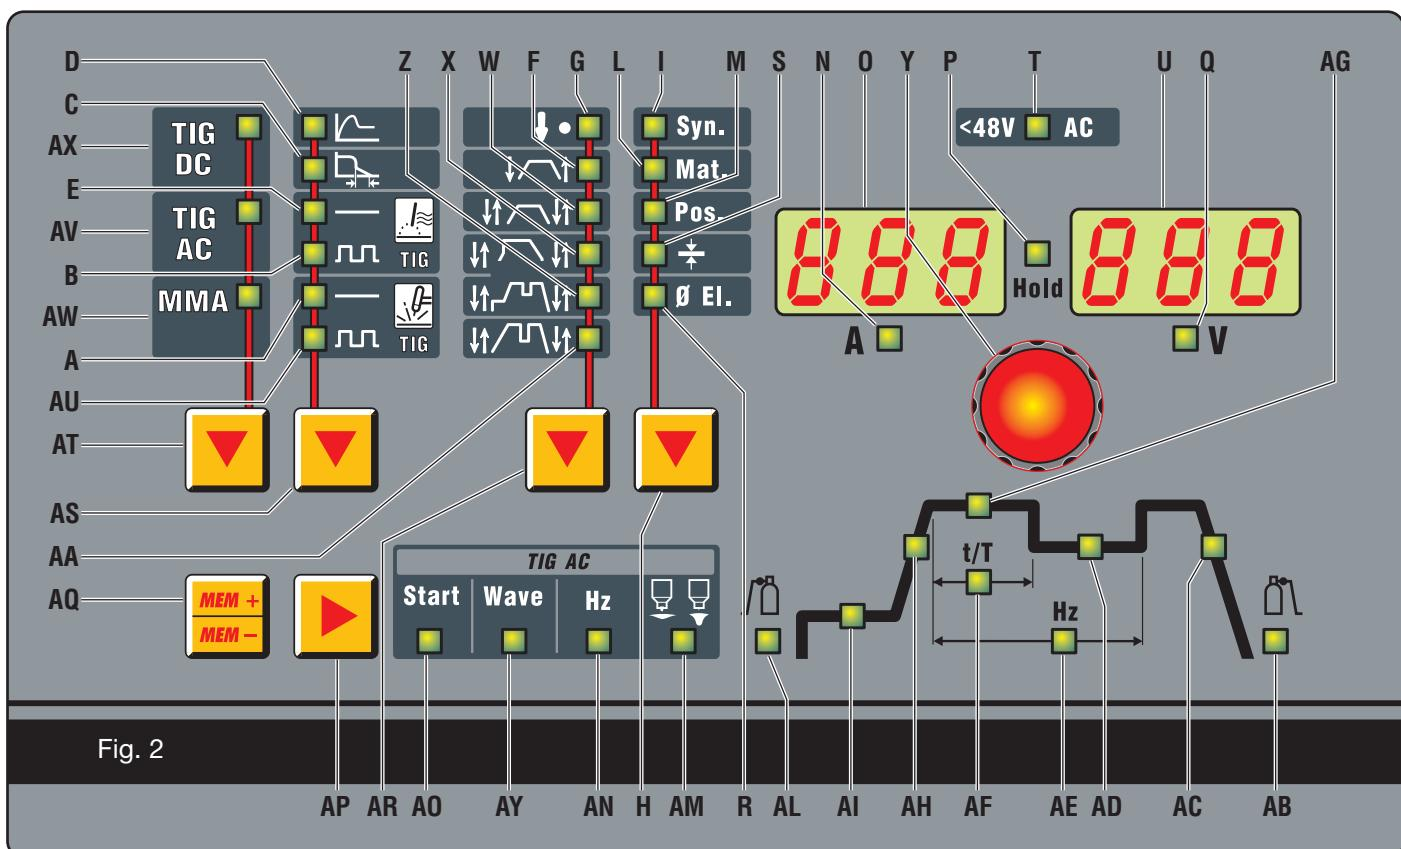

Fig. 2
3.3 DESCRIPCIÓN DEL TABLERO (Fig.2).